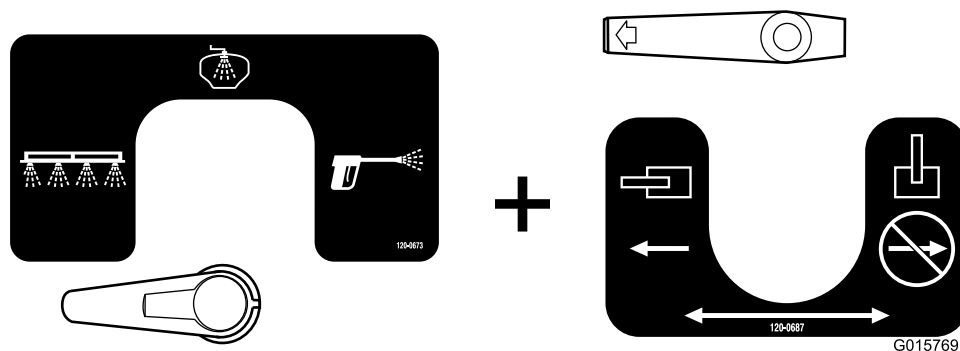

Figure 36
- Cette configuration est celle de la rampe (Figure 36). Utilisez cette configuration pour pulvériser de l'eau de rinçage par les rampes.